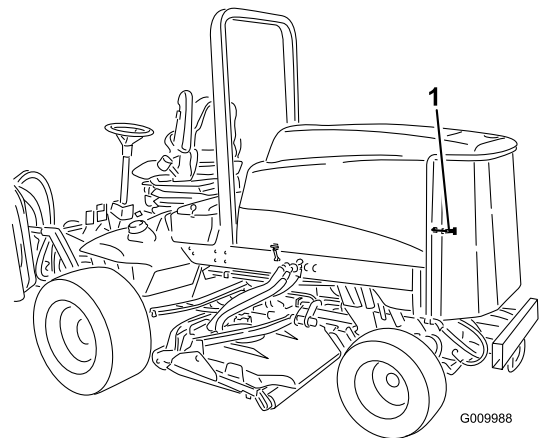

Bild 49
1. Entriegeln und schwenken Sie das hintere Drehgitter in die geöffnete Stellung (Bild 49). Entfernen Sie alle Schmutzrückstände aus dem Drehgitter.